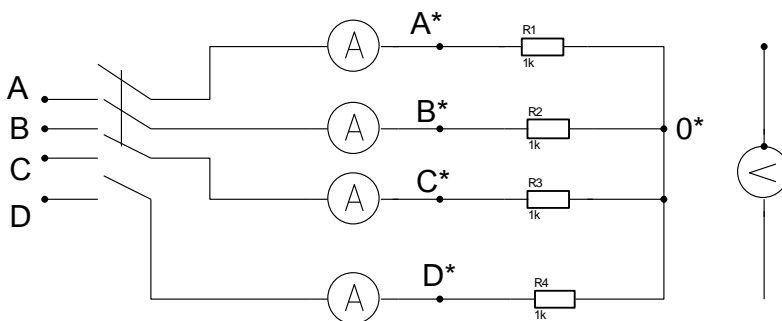

Рисунок 1.Схема цепи трёхфазного переменного тока
3. Ознакомиться со схемой включения потребителей в звезду (рис. 1).